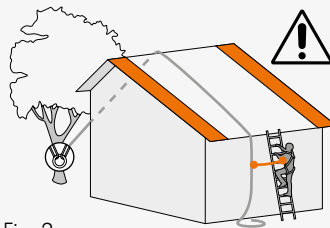

Fig. 2
- en l'absence de ligne de vie, grâce à deux points d'ancrage permettant d'atteindre la ligne de faite (ex. utilisation d'ancrages naturels, Fig. 2);
• mit einer fehlenden Lifeline, indem er Anschlagpunkte schafft, die es ihm erlauben den Dachfirst zu erreichen (z.B. Verwendung eines natürlichen Ankerpunkts, Abb. 2);
• mit einer vorhandenen Lifeline, indem er das Handbuch zurate zieht, welches die weitere Vorgehensweise erklärt. Normalerweise kann eine bereits installierte Lifeline über eine Reihe von vorhandenen Anschlagpunkten auf der Dachfläche erreicht werden. An diese sichert sich der Arbeiter mit einer Y-Schlinge mit Falldämpfer (9), welcher korrekt am Brust- EN 361 des Gurtes angebracht ist. Sobald die Lifeline erreicht ist, können zwei Arten von System angewendet werden: